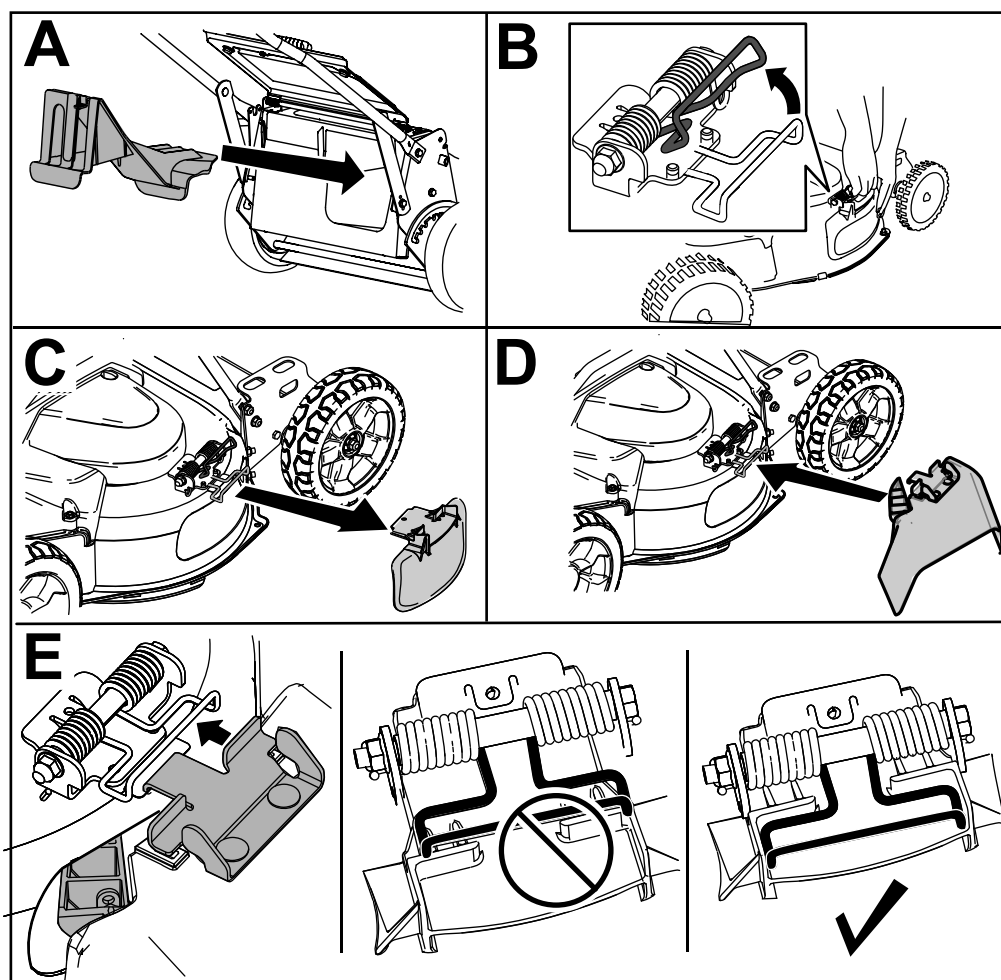

Figura 19
3. Introduzca el tapón de descarga trasero (Figura 19, A).
4. Retire el deflector de descarga lateral al tirar hacia arriba del muelle que sujeta el deflector en su sitio y retire el deflector (Figura 19, B y C).
5. Para instalar el conducto de descarga lateral, tire hacia arriba del muelle, coloque el conducto sobre la abertura y baje el muelle sobre las pestañas de la parte superior del conducto de descarga (Figura 19, D y E).